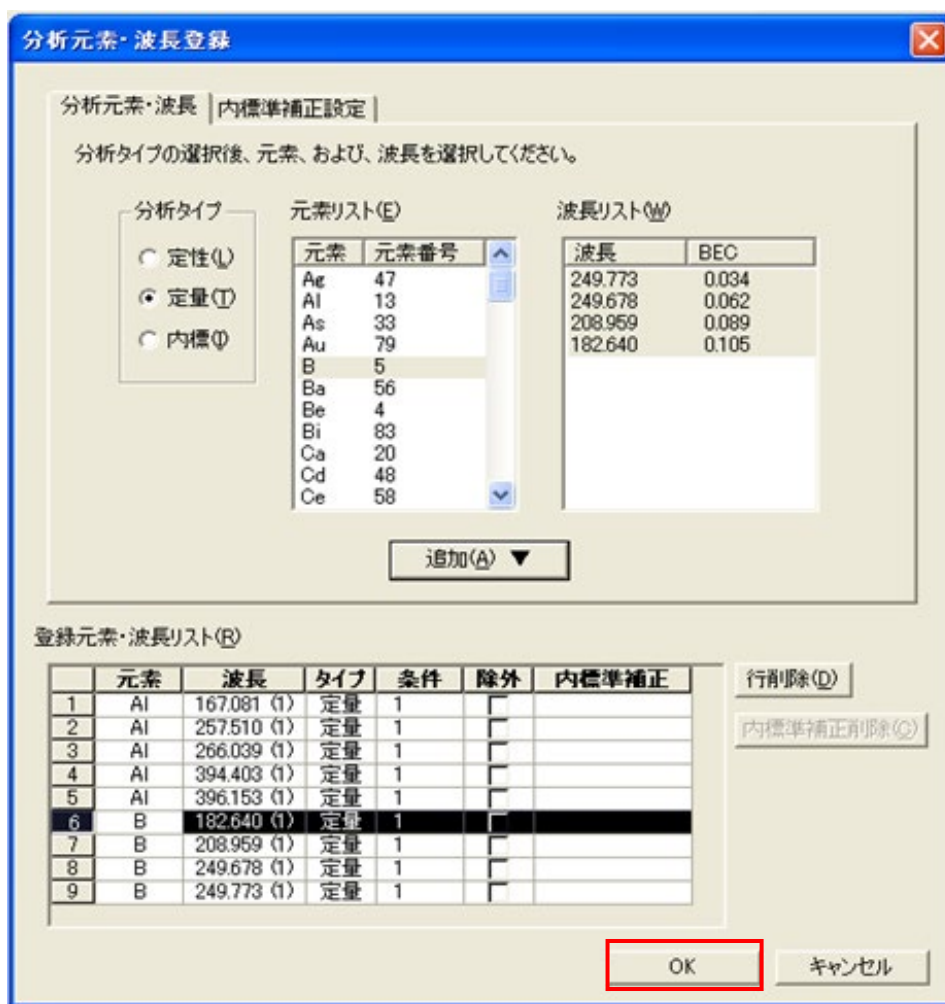

図 21
- ④ 測定元素が2元素以上の場合は、②に戻り続けて行います。
- ⑤ 入力が終わりましたら、最後に「OK」ボタンをクリックします。 図 21